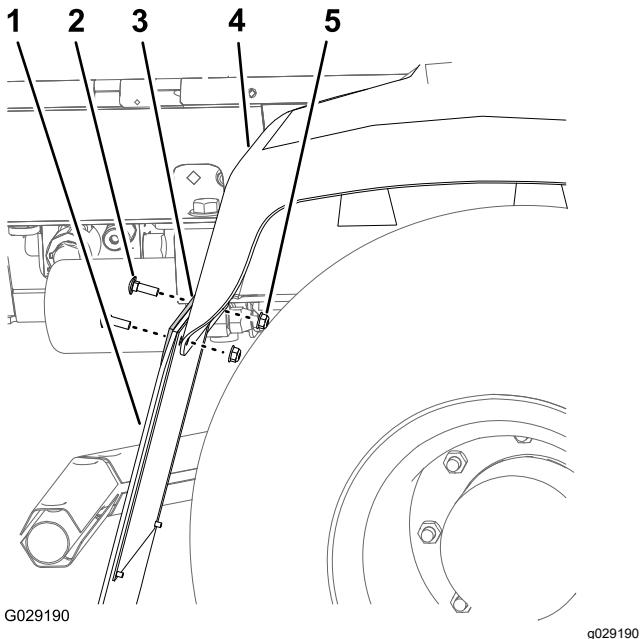

Figure 5
2. Retirez les 2 boulons de carrosserie et les 2 contre-écrous à embase qui fixent le pare-boue à l'aile arrière et à la patte de fixation arrière de l'aile (Figure 5).